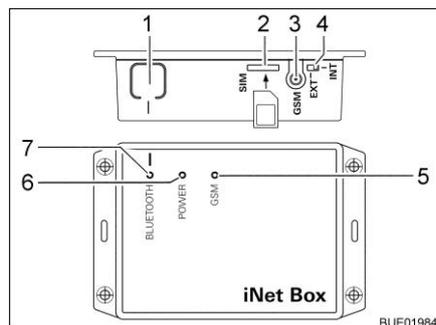

Fig. 127 Truma iNet-Box
- Pulsar la tecla BLUETOOTH (Fig. 127,1) en la iNet-Box por 1 segundo. La Truma iNet-Box estará visible por aprox. 2 minutos en el terminal móvil (nombre: "Truma iNet-Box"). Durante este intervalo, el LED BLUETOOTH azul (Fig. 127,7) estará parpadeando.
- Insertar la tarjeta mini SIM con número de teléfono propio y suficiente crédito cuidadosamente en la ranura (Fig. 127,2) de la Truma iNet-Box del modo mostrado hasta que engatille. El LED GSM rojo (Fig. 127,5) deberá parpadear de manera permanente. Si el LED rojo se apaga después de 20 segundos: Controlar la tarjeta mini SIM.